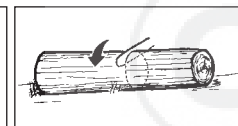

Fig. 13A
1. Stam is over de hele lengte ondersteund: zaag van bovenaf maar let erop dat u niet in de grond zaagt (Fig. 13A)